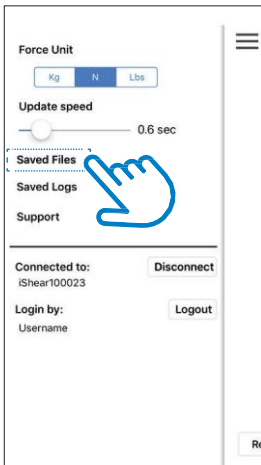
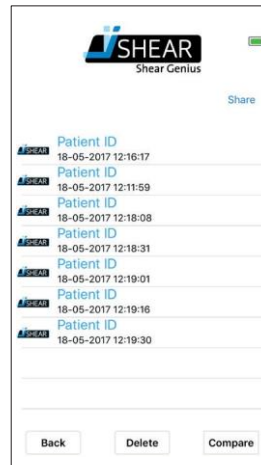

Figure 28 – メニュー画面
Figure 29 – 保存したファイル
3. 'Saved files' (Figure 28参照)を選び、保存ファイル一覧を表示させる (Figure 29参照).